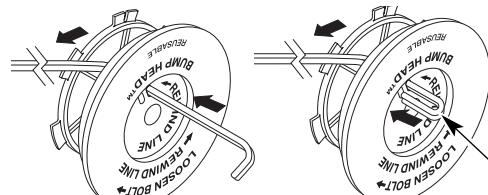

Fig. 36
- Tome aproximadamente 3 m (10 pies) de nueva línea de corte. Inserte un extremo de la línea a través de uno de los orificios del carrete interior (Fig. 36). Pase la línea a través del carrete interior hasta que queden sólo 4 pulgadas fuera.
- Inserte el extremo de la línea en el orificio abierto del carrete interior y tire de la línea en forma ajustada a fin de que el lazo sea lo más pequeño posible (Fig. 36).